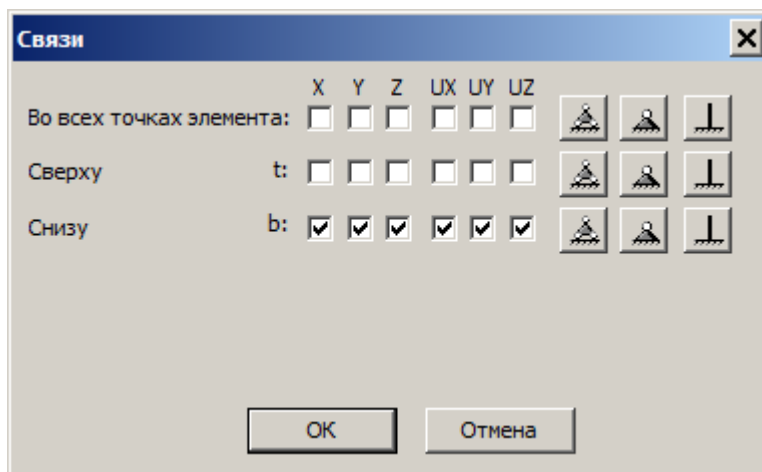

Рис.23.29. Диалоговое окно **Связи**
- Вызовите диалоговое окно **Связи** (рис.23.29) щелчком напротив строки **Связи**;